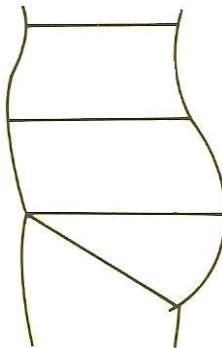

Figure 8 : Forme droite à la taille avec emboîtement⁽²⁹⁾
- Forme droite à la taille avec emboîtement (enveloppante) : pour femme, abdomen peu bombé (Figure 8) ;